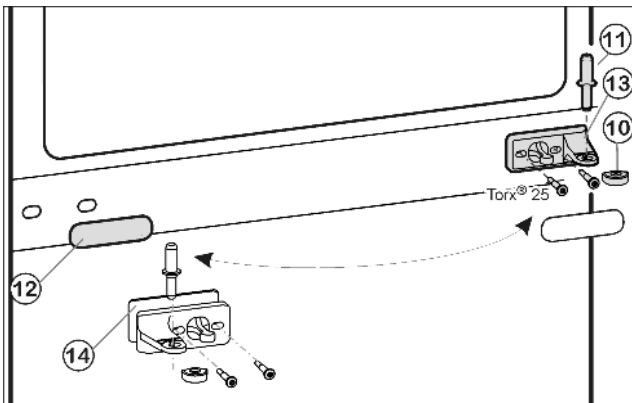
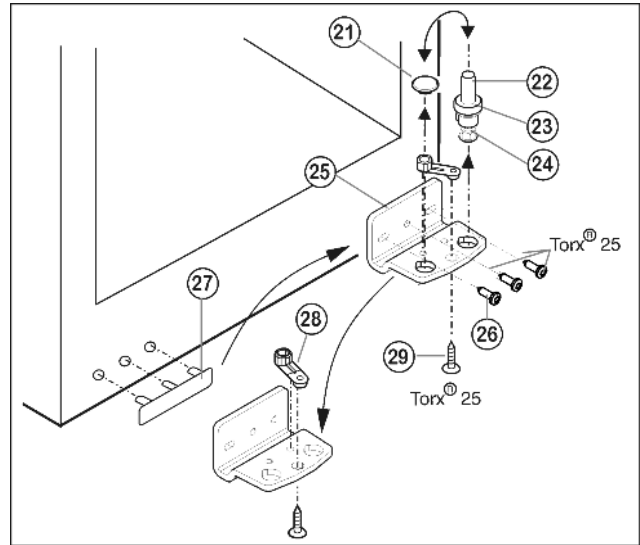

Fig. 5
Fig. 6
- ▶ Вытащите из опорного кронштейна и нижней дверцы средний опорный винт *Fig. 5 (11)*.
- ▶ Снимите пластмассовый колпачок *Fig. 5 (10)*.
- ▶ Открутите средний опорный кронштейн *Fig. 5 (13)* (2 шт. Torx® 25).
- ▶ Осторожно снимите накладку *Fig. 5 (12)*.
- ▶ Прикрутите средний опорный кронштейн *Fig. 5 (13)* с подкладкой *Fig. 5 (14)* с поворотом на 180° на новую сторону шарнира (с моментом 4 Нм).
- ▶ Защелкните накладку *Fig. 5 (12)*, повернув на 180°, на стороне, где теперь будет ручка.
- ▶ Извлеките опорный винт *Fig. 6 (22)* в комплекте с шайбой *Fig. 6 (23)* и регулируемой опорой *Fig. 6 (24)*, вытягивая его вверх.
- ▶ Снимите пробку *Fig. 6 (21)*.
- ▶ Открутите *Fig. 6 (26)* опорный кронштейн *Fig. 6 (25)*.
- ▶ Открутите *Fig. 6 (29)* опорную деталь *Fig. 6 (28)* и, переставив в отверстие на противоположной стороне опорного кронштейна, снова прикрутите.
- ▶ Осторожно снимите и переставьте на противоположную сторону крышку со стороны ручки *Fig. 6 (27)*.
- ▶ Снова прикрутите опорный кронштейн *Fig. 6 (25)* на новой стороне шарнира (с моментом 4 Нм). При необходимости используйте аккумуляторный шурупверт.
- ▶ Переставьте пробку *Fig. 6 (21)* в свободное отверстие.
- ▶ Вновь установите опорный винт *Fig. 6 (22)* в комплекте с шайбой и регулируемой опорой. При этом фиксатор должен быть направлен назад.
- ▶ Установите нижнюю дверцу сверху на нижний опорный винт Fig. 6 (22).
- ▶ Снова наденьте пластмассовый колпачок Fig. 5 (10) на средний опорный кронштейн Fig. 5 (13).
- ▶ Вставьте средний опорный винт Fig. 5 (11) на новой стороне шарнира через средний опорный кронштейн Fig. 5 (13) в нижнюю дверцу.
- ▶ Установите верхнюю дверцу на средний опорный винт Fig. 5 (11).
- ▶ При необходимости выровняйте дверцы через два продольных паза в нижнем опорном кронштейне Fig. 6 (25) и среднем опорном кронштейне Fig. 5 (13) параллельно корпусу устройства. Для этого выкрутите средний винт на нижнем опорном кронштейне Fig. 6 (25).